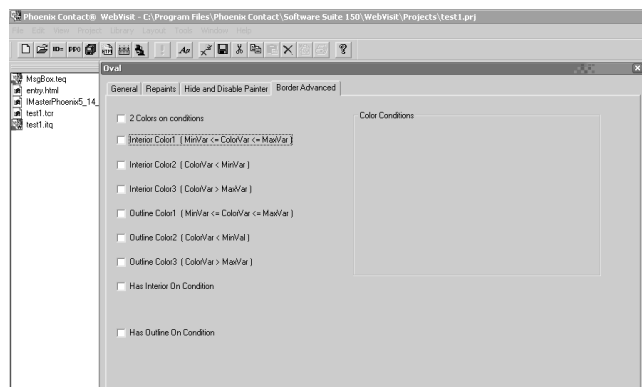

Рис. 2. Окно свойств объекта
3. В свойствах каждого графического элемента выбираем закладку Border Advanced (рис. 2).